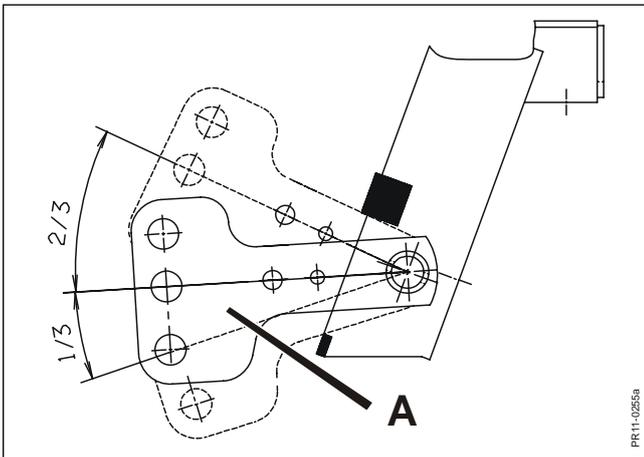

Fig. 2-3
- Fig. 2-3 c) Atteler de telle manière que la chape **A** puisse mouvoir 1/3 vers le bas et 2/3 vers le haut pour un suivi du sol optimal ;